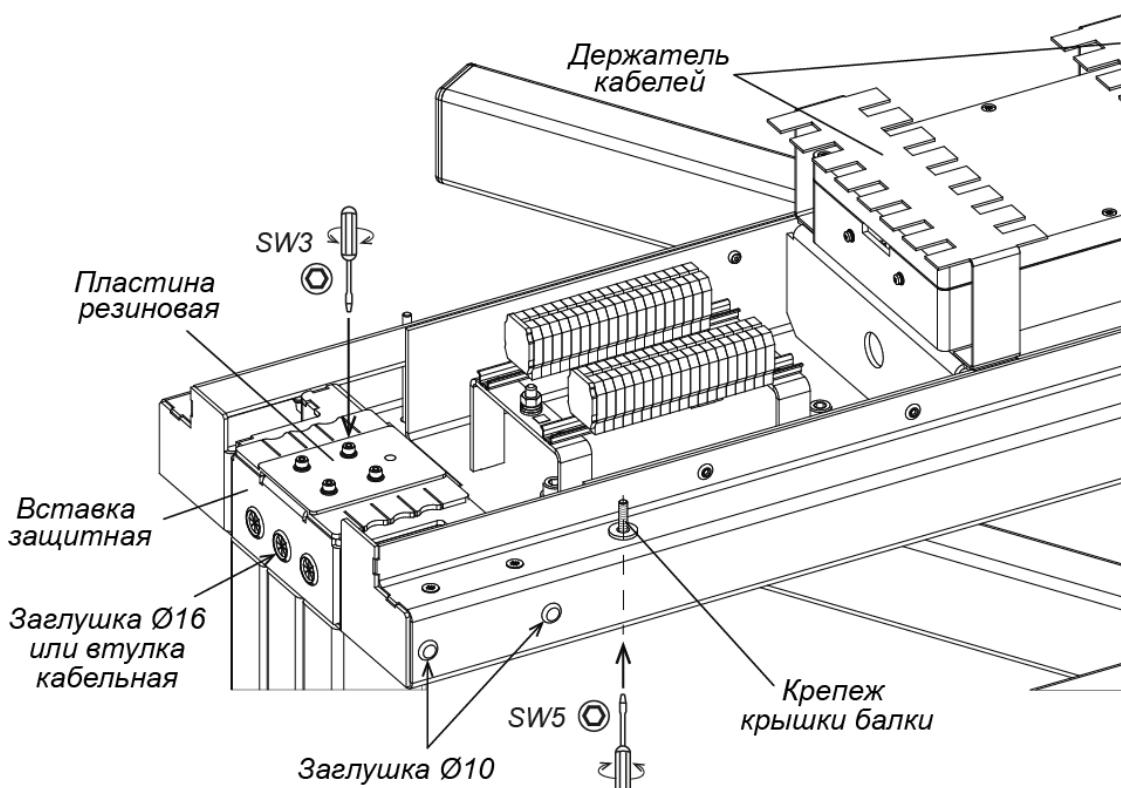

Рисунок 14. Элементы балки привода.
- Со стороны крепления стойки с преграждающими планками снимите вставку защитную, используя шестигранный ключ SW3 (см. рис. 14).
19. Аккуратно уложите кабели внутри балки привода, закрепите их с помощью кабельных стяжек на держателях кабелей (рис. 14). Кабели не должны мешать работе исполнительного механизма турникета и свободному закрыванию крышки балки привода.
21. Аккуратно поднимите крышку (9) и наденьте ее сверху на балку привода (8). Работайте вдвоем! Закрепите крышку снизу балки винтами M6×70 (рис. 14).